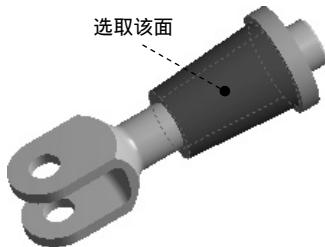

图 7.10.3 选取接触面
(1) 选择命令。在“ Outline ”窗口中选择  Connections 节点下的  Contacts 并右击，在弹出的快捷菜单中选择 Insert  →  Manual Contact Region 命令，弹出定义接触参数对话框。
(2) 选取接触面和目标面。在图形区选取图 7.10.3 所示的模型表面为接触面对象，然后选